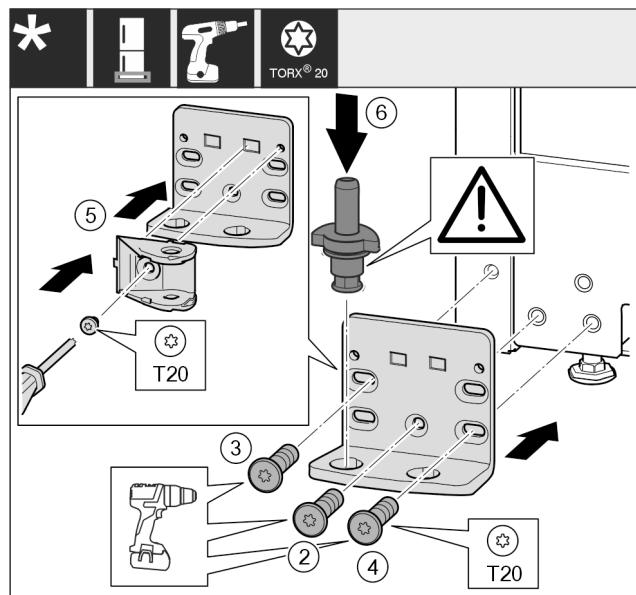

Fig. 21*
- ▶ Поставете лагерната стойка от другата страна и я завийте с помощта на отвертка. Започнете с винт Fig. 21 (2) долу в средата.*
- ▶ Затегнете винта Fig. 21 (3) и винта Fig. 21 (4).*